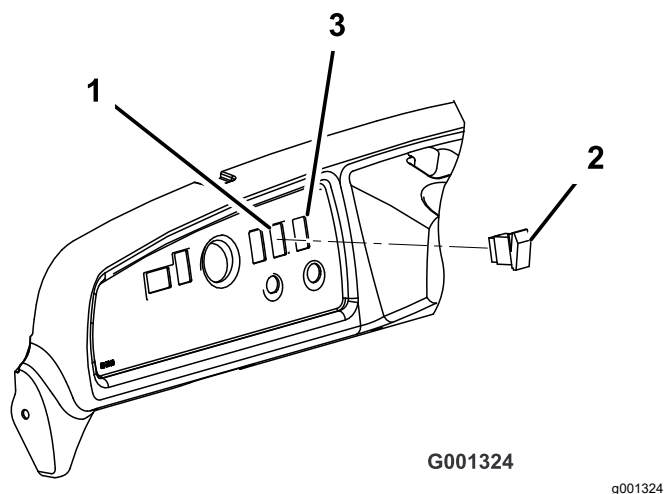

Figura 7
2. Estraete la spina dal cruscotto a destra del piantone dello sterzo e sopra l'interruttore a chiave (Figura 7).
5. Spingete la paletta superiore dell'interruttore di sollevamento del pannello per allungare l'attuatore (Figura 7).
6. Allineate la paletta superiore in posizione a ore 12 e inserite l'interruttore di sollevamento del pannello nell'apertura sul cruscotto (Figura 7).